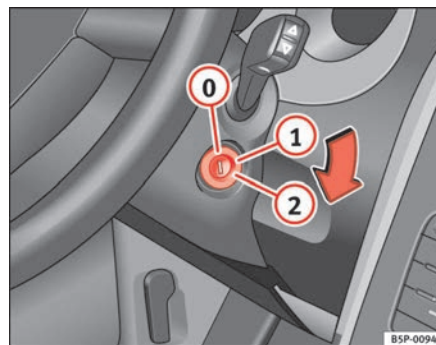

Abb. 136 Stellungen des Zündschlüssels
In dieser Stellung $\Rightarrow$ Abb. 136 sind die Zündung und der Motor ausgeschaltet und die Lenkung kann gesperrt werden.
- Drehen Sie den Zündschlüssel in Stellung ⇒ Seite 172, Abb. 136 ①. Beim Vorglühen des Motors leuchtet die Kontrollleuchte  auf.
- Wenn die Kontrollleuchte ausgeht, drehen Sie den Zündschlüssel in Stellung ② zum Anlassen des Motors - geben Sie kein Gas.
- Drehen Sie den Zündschlüssel in Stellung ⇒ Seite 172, Abb. 136 .